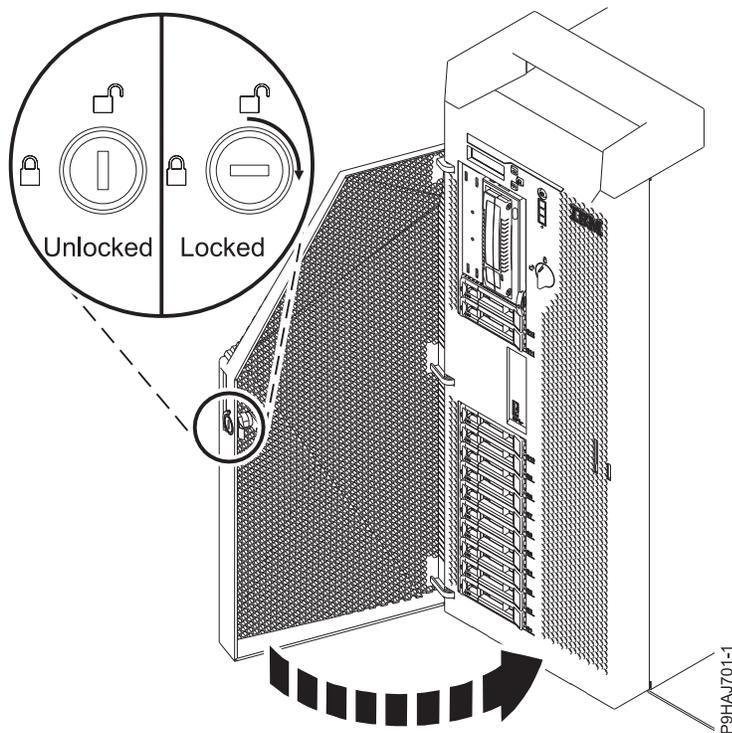

Figura 20. Bloqueando a porta frontal
5. Feche a porta frontal. Insira a chave da porta frontal na fechadura, como mostrado na Figura 20 na página 35. Gire a chave para a direita (sentido horário) para bloquear a porta. A horizontal está bloqueada; a vertical está desbloqueada.